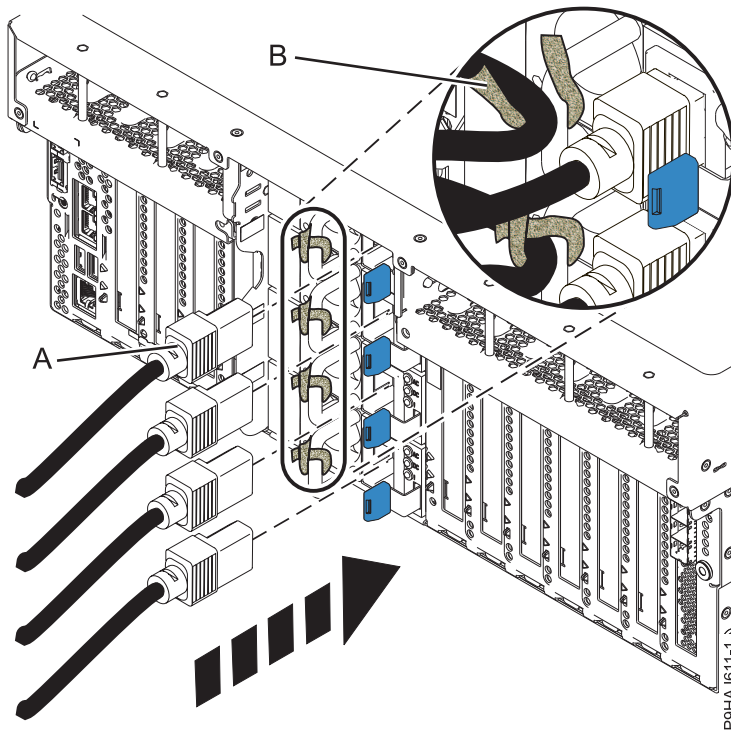
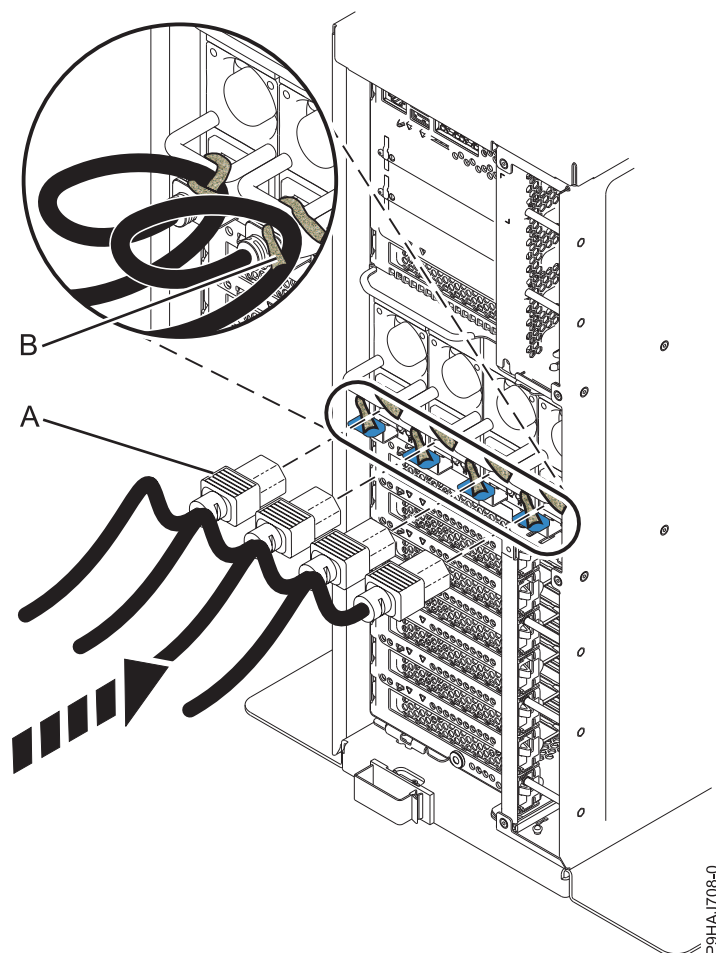

Figura 76. Conexión de los cables de alimentación a un sistema montado en bastidor
Figura 77. Conexión de los cables de alimentación a un sistema autónomo
2. Mediante las etiquetas, vuelva a conectar los cables de alimentación (A) a la unidad del sistema. Sujete los cables de alimentación (A) al sistema utilizando el mecanismo de sujeción (B) tal como se muestra en la Figura 76 o Figura 77 en la página 103.